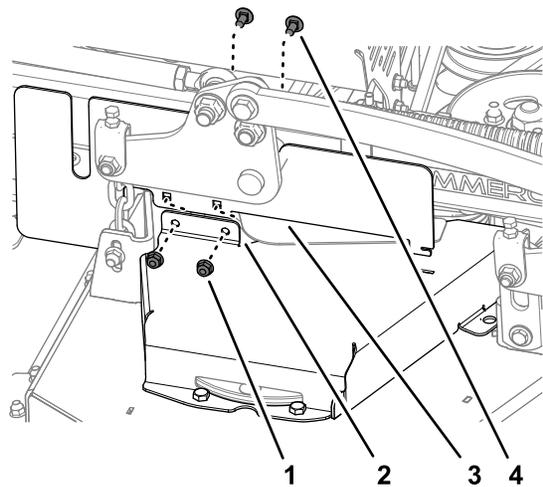

Рисунок 38
1. Удалите 2 каретных болта и 2 контргайки, которые крепят правый боковой кожух СЕ к правой крышке ремня (Рисунок 38).